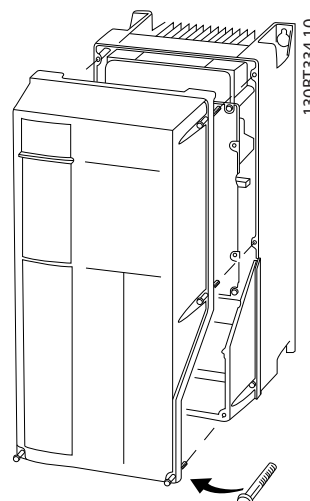

図 2.14 A4、A5、B1、B2、C1 および C2 エンクロージャのコントロール配線アクセス
- あるいは、ネジを緩めてフロントカバーを取り外します。図 2.14を参照